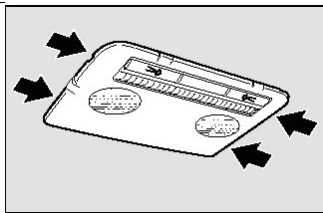

рис.42
- Выньте передний плафон, нажав в точках, указанных стрелкой (см. рис.42);